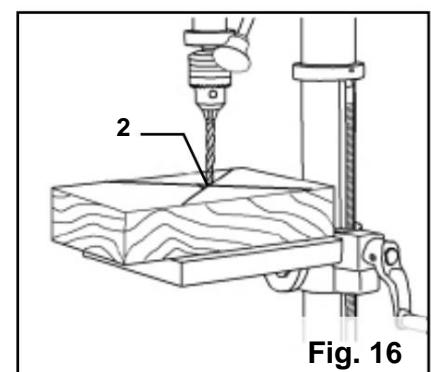

Fig. 16
3. Sänk borrkronan så att den möter arbetsstycket (fig. 16 - 2). De två laserlinjerna ska korsa där borren möter arbetsstycket.